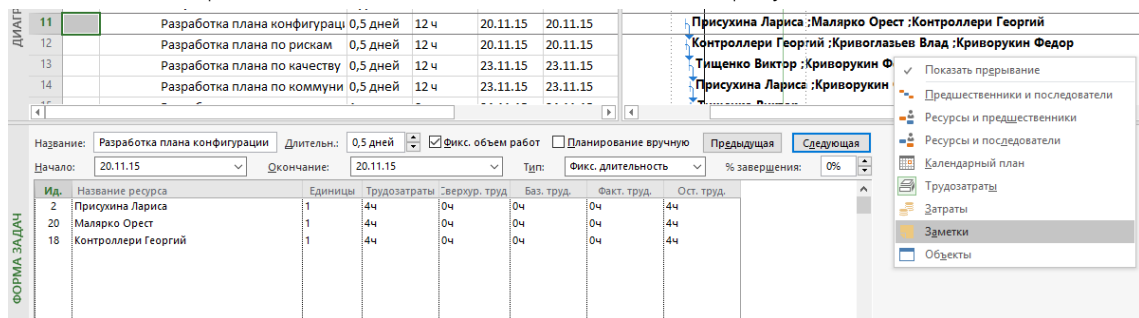

Рисунок 9.25 – Обновление данных по задачам согласно «продвинутой методологии» с помощью формы задач
2. Формой задач, а именно таблицами «Трудозатраты» и «Календарный» план, но без возможности задания дат фактического начала и окончания задач (см. рисунок 9.25)